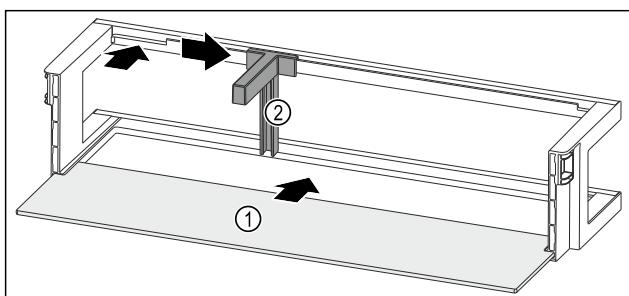

Fig. 123 Vratna polica z odlagalno polico
- Odlagalno polico Fig. 123 (1) vstavite v stranske utore.
- Vstavite držalo za steklenice Fig. 123 (2) v odprtino.
- Držalo za steklenice Fig. 123 (2) potisnite na stran do želenega položaja.